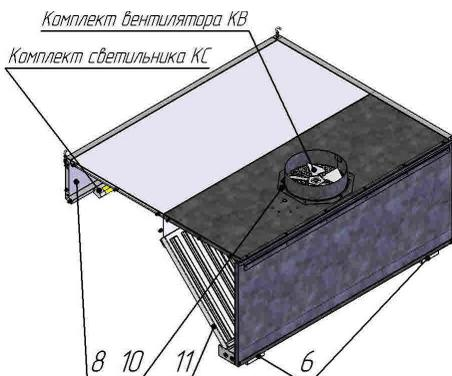

Рис.3
4.3.6. Установку фильтров поз. 11 и лотков поз. 6 произвести согласно Рис. 3.
4.3.7. При наличии комплекта вентилятора КВ (заказывается дополнительно для каждого зонта). Комплект вентилятора разместить внутри зонта. Раскрутить крепеж фиксатора поз. 10 (Рис. 3) , совместить комплект вентилятора с отверстиями в крышке зонта и зафиксировать, затянув крепеж.